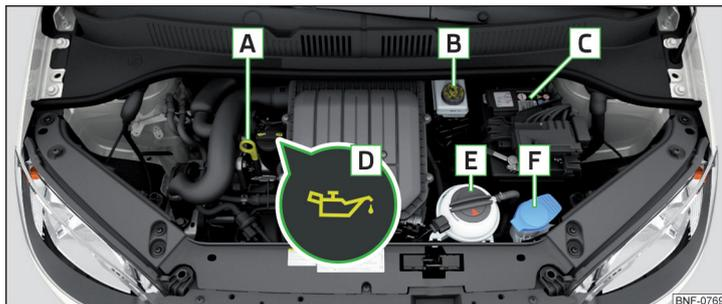

Abb. 137 Anordnungsbeispiel im Motorraum
- Den Deckel der Motoröleinfüllöffnung **D** abschrauben » Abb. 137 auf Seite 127.